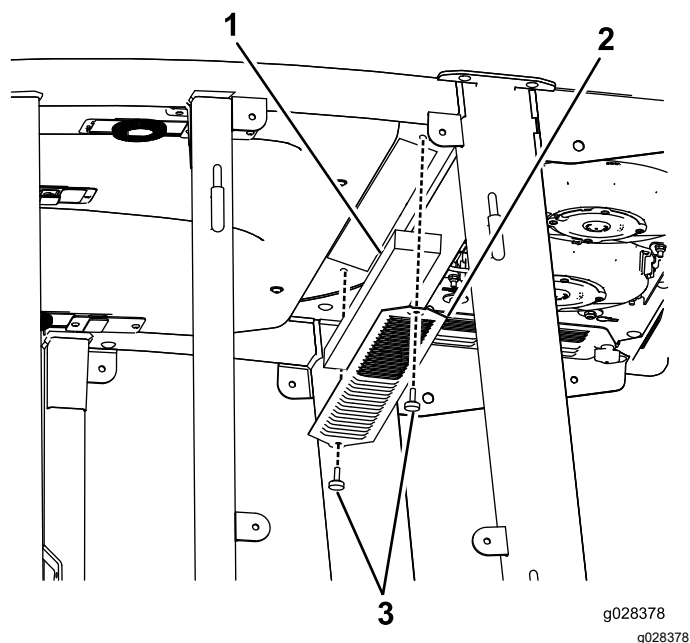
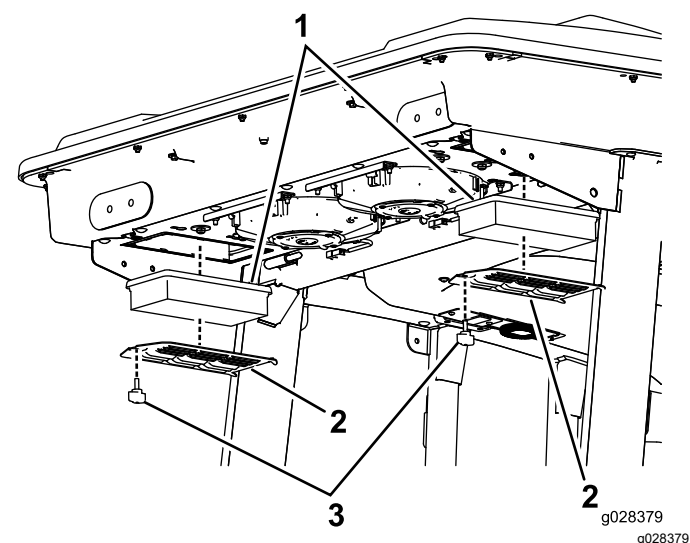
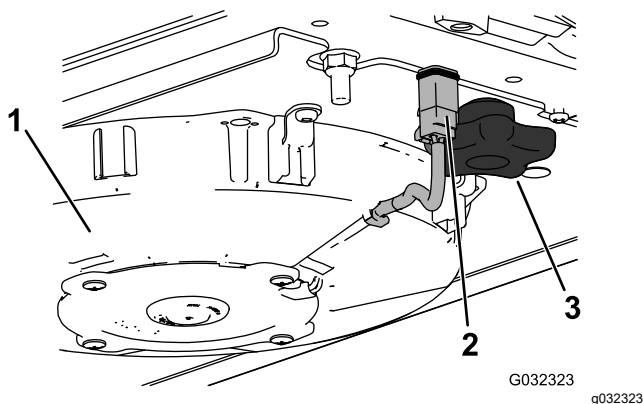
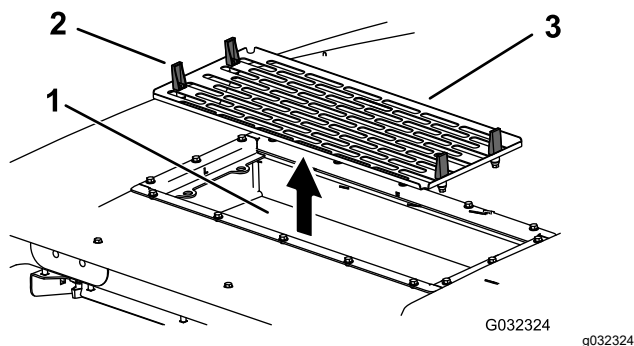

Figura 94
Figura 95
Figura 97
Figura 98
1. Retire los tornillos y las rejillas del filtro que está en el interior de la cabina y del filtro que está detrás de la cabina (Figura 94 y Figura 95).
- Retire los filtros de aire (ver Figura 95).
- Instale los filtros de aire, la rejilla y el conjunto de ventilador (Figura 95, Figura 97 y Figura 98).
- Conecte el cable de cada ventilador (Figura 97).